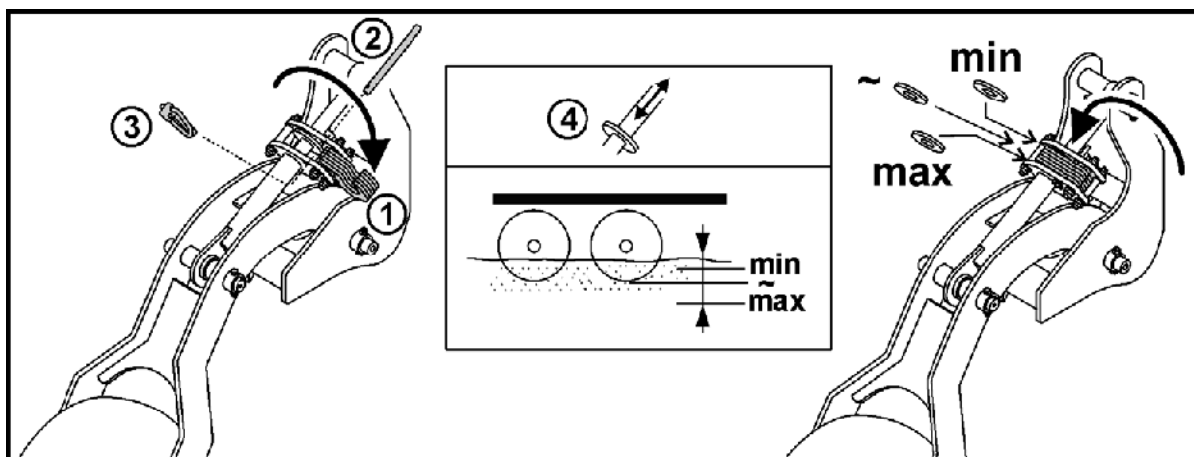

Fig. 26
Træk sikringsbolten (Fig. 26/2) ud, før du foretager indstillingen.
Efter indstilling skal du fastgøre afstandselementerne (Fig. 26/1) med sikringsbolte og med klapsplitter (Fig. 26/3).
2. Klap de bagerste afstandselementer ud (begyndende fra anslagsskive (Fig. 26/4), på begge udliggere).
2. Klap de forreste afstandselementer ud (begyndende fra anslagsskive (Fig. 26/4) på begge udliggere).